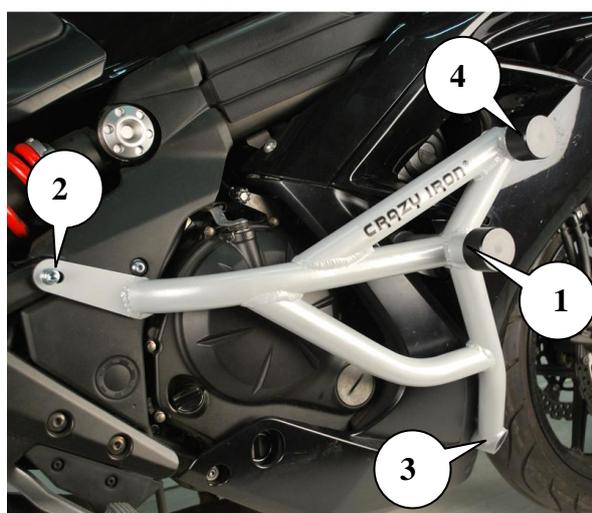

Рис.1. Установленная клетка вид справа
5. Приложите правую половину клетки к точкам крепления правой стороны №1 и №2 (как это показано на рис.1).